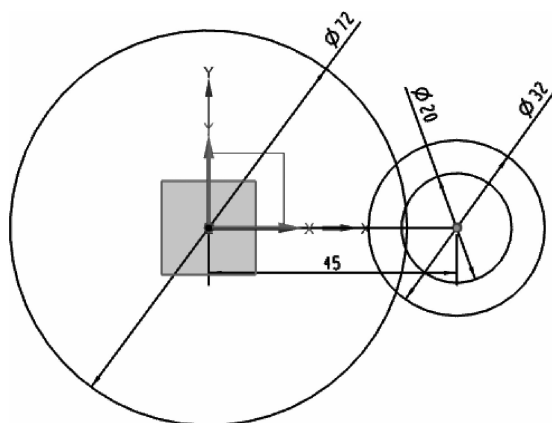
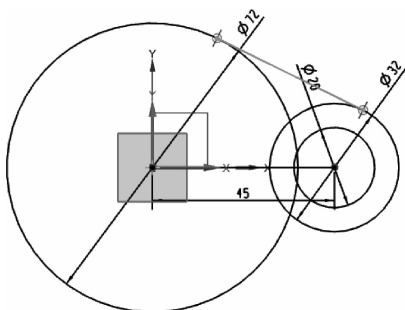

图 2-7 创建三个圆
图 2-8 创建切线
(4) 在“草图”工具条中单击图标,创建 $\phi 72$ 、 $\phi 20$ 、 $\phi 32$ 三个圆,如图 2-7 所示;创建切线,如图 2-8 所示。